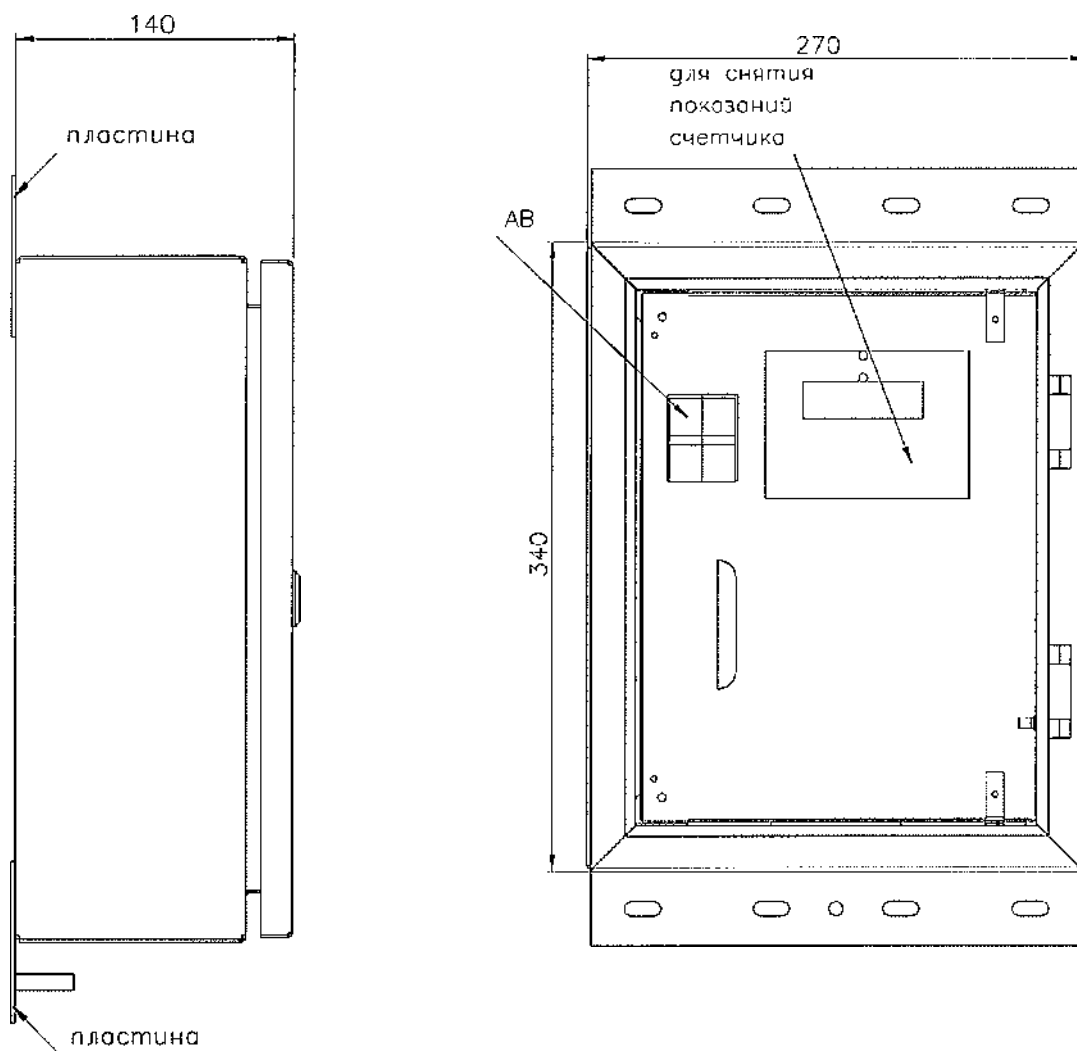

Рис. 5
- 4.1. 1-го однофазного счетчика (рис. 5):